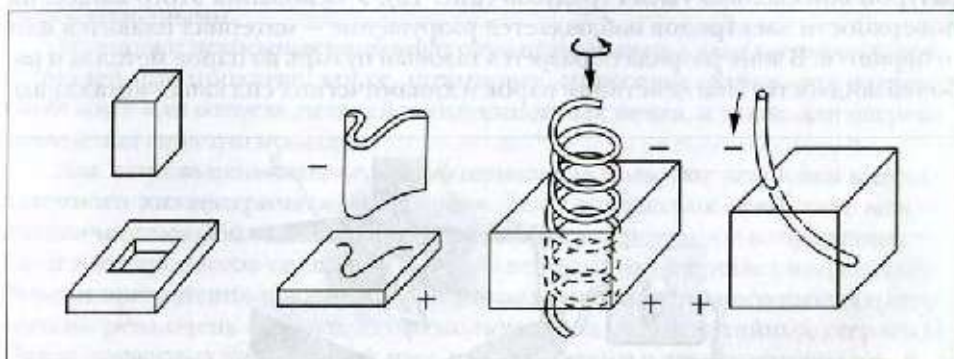
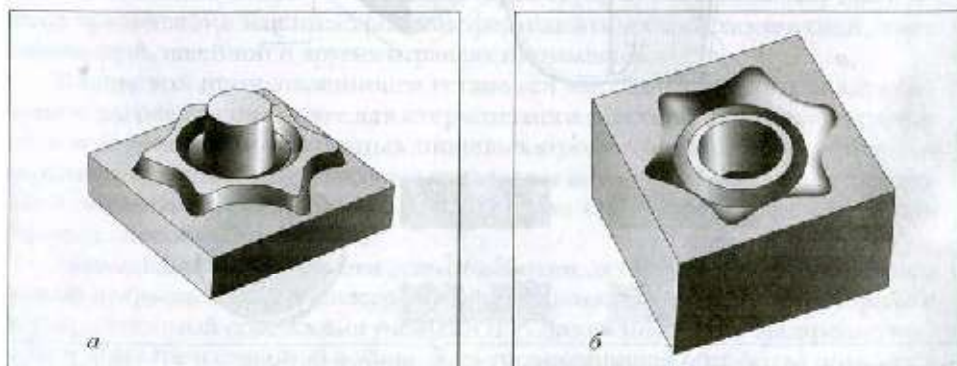

Рис. 13. Отверстия, изготавливаемые электроэрозионной обработкой (метод прошивки)
Рис. 14. Электрод-инструмент (а) и полученная методом электроэрозионного копирования деталь (б)
При прошивке форма электрода-инструмента в поперечном сечении совпадает с формой получаемого отверстия (рис. 13). При копировании на деталь переносится форма нижней поверхности электрода-инструмента (рис. 14).
- возможность изготовления деталей сложных форм, криволинейных отверстий и отверстий некруглого сечения (см. рис. 13), которые нельзя получить другими способами обработки;